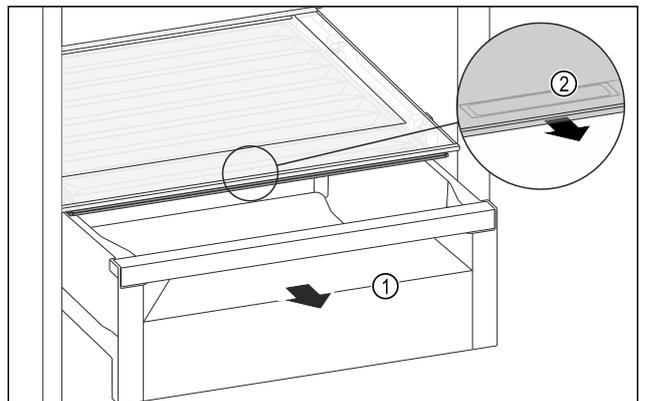

Fig. 81
- ▶ Extraer el compartimento Fig. 81 (1).
- ▶ Agarrar el tirador empotrado *Fig. 81 (2)* en la tapa del compartimento y tirar de la tapa del compartimento hacia delante al mismo tiempo.